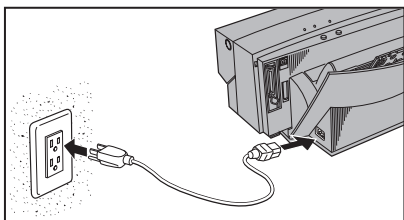

ABBILDUNG 18
- Stecken Sie das Netzkabel mit der einen Seite an den Netzanschluss des Druckers und mit dem anderen Ende in die Stromquelle (Abb. 18).